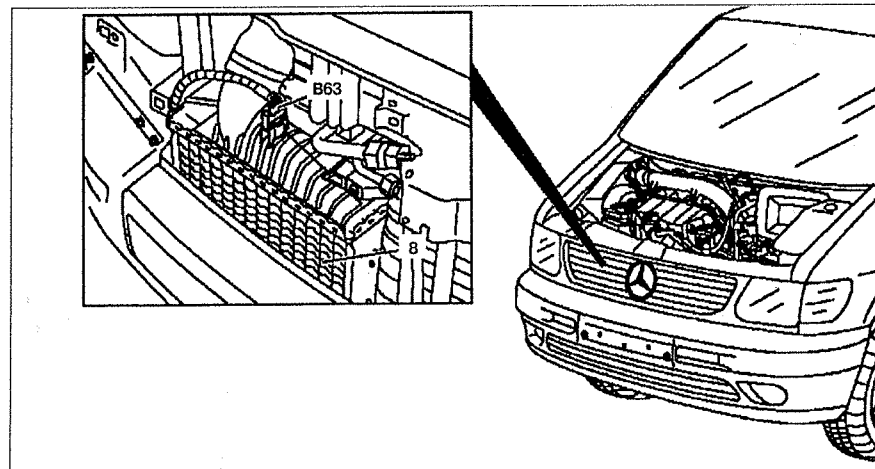

Рис. 5.50. Датчик температуры сжатого воздуха: **8**. Интеркулер, **B63**. Датчик температуры сжатого воздуха.
1. Отсоедините разъем проводки от датчика температуры сжатого воздуха **B63** (см.рис.5.50).